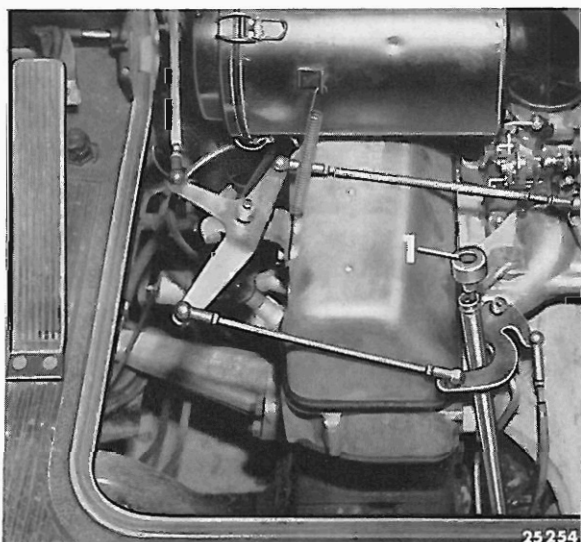

Bild 11
Der Ölmeßstab (1) ist mit einem faserfreien Lappen (am besten Leder) abzuwischen, zur Messung voll einzutauchen, wieder herauszuziehen und der Ölstand abzulesen (Bild 11 und 12).